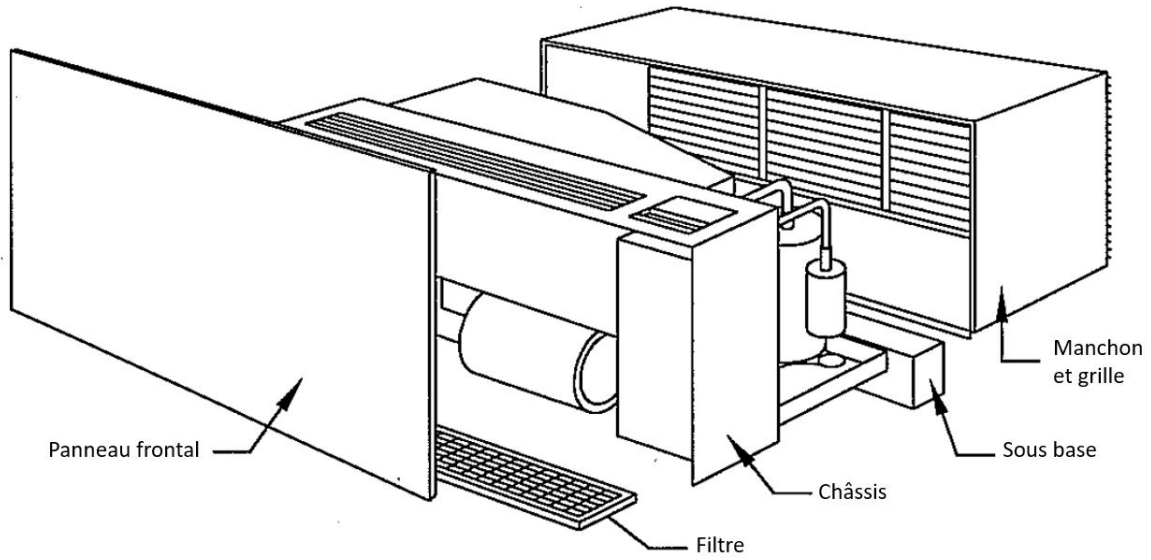

Fig.1
5. Acheminez le câblage , le conduit , la prise haute tension selon l'application. Si l'unité est câblé, veuillez laisser au moins 7" de fil libre à l'intérieur du boîtier de conduit pour faciliter les connexions. Si l'unité est connectée au cordon, installez la prise à l'emplacement souhaité, en reconnaissant que la longueur du cordon d'alimentation est de 5 pieds et sort par le bas du châssis comme indiqué en fig. 1.
6. Assurez-vous que tout câblage de Thermostat bas voltage (dans le cas échéant) atteindra à proximité de la boîte de jonction de câblage de terrain haute tension ou du point de fixation du cordon du châssis, voir en fig 1. Cela garantira que les connexions peuvent être faites au faisceau de basse tension comme décrit.